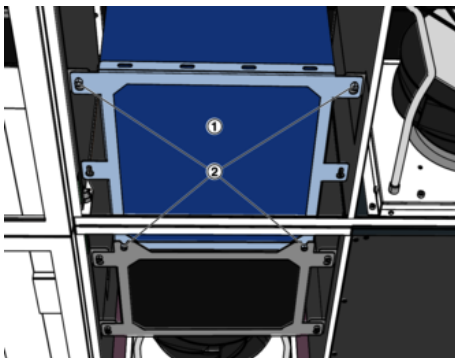

Abb. 18: Schalldämpfer einsetzen
20. ▶ Schalldämpfer (Abb. 18/1) einsetzen und mit 4 Schrauben (Abb. 18/1) befestigen.